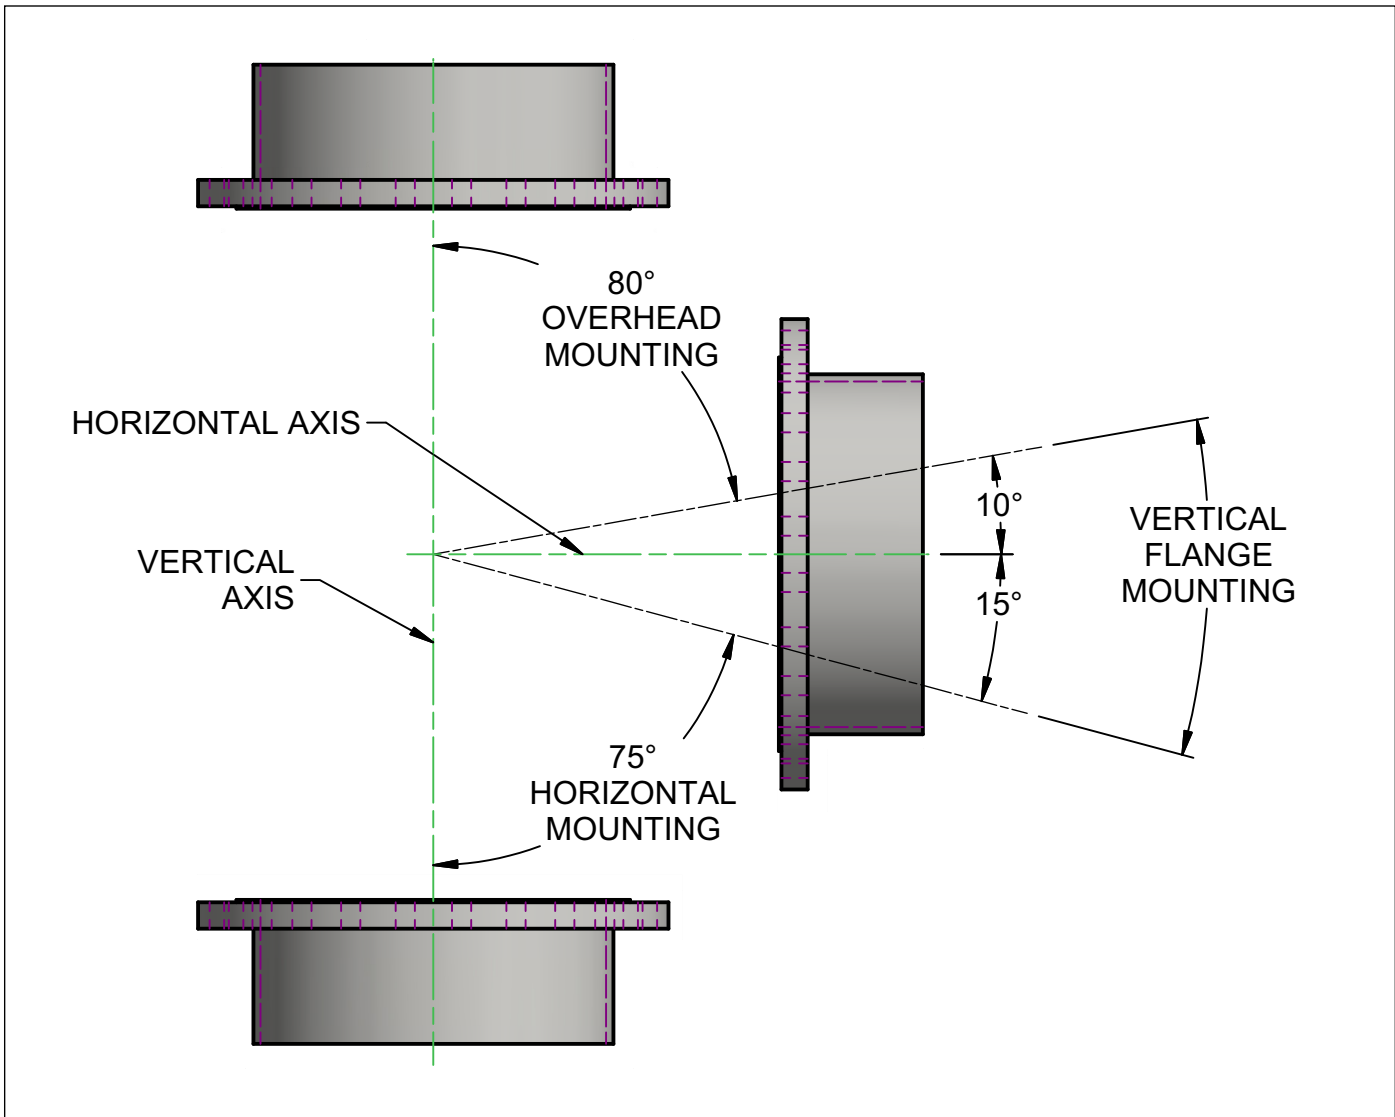

ABBILDUNG 3-3. HINWEISE ZUR MONTAGE
Heberinge an den vom Kunden bereitgestellten Ankerpunkten mit für das Gewicht der Maschine und den entsprechenden Angriffswinkel geeigneten Schlingen angeschlagen werden müssen. Siehe Abbildung 3-3.
- Sollte der Flansch für die Verwendung der Montagefüße zu dick sein, sichern Sie die Maschine an Verankerungen über der Maschine, wobei wenigstens ein Hebering an den vom Kunden bereitgestellten Ankerpunkten mit für das Gewicht der Maschine und den entsprechenden Angriffswinkel geeigneten Schlingen angeschlagen werden muss. Siehe Abbildung 3-3.
- Sollte der Flansch für die Verwendung der Montagefüße zu dick sein, sichern Sie die Maschine an Verankerungen über der Maschine, wobei wenigstens zwei gegenüberliegende Heberinge an den vom Kunden bereitgestellten Ankerpunkten mit für das Gewicht der Maschine und den entsprechenden Angriffswinkel geeigneten Schlingen angeschlagen werden müssen. Siehe Abbildung 3-3.